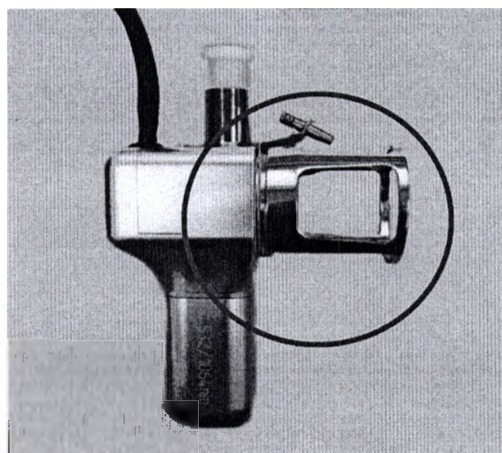

Рис. 3.25 – Упор сканирующего манипулятора
3.4.2.5 Дезинфекции подлежат наружные поверхности сканирующего манипулятора и упор-фиксатор положения, контактирующий с кожей пациента, который можно отсоединить от сканирующего манипулятора (выделен красным цветом на рис. 3.25).